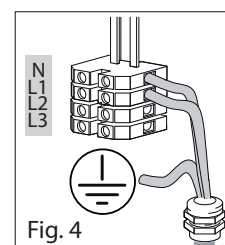

Fig. 4
2. Quite los 6 tornillos de fijación del panel trasero de la campana (3 de cada lado) y el panel (Fig. 4/A)
3. Quite el bulbo del termostato del sistema de fijación y colóquelo en el tubo de descarga de vapor (orificio circular - Fig. 4/B)
4. Libere el cable de alimentación del sistema de fijación e introdúzcalo en el pasacables (Fig. 4/C).
Realice la conexión eléctrica del cable de alimentación en la bornera siguiendo las indicaciones que figuran en la etiqueta ubicada cerca de la bornera (Fig. 4):